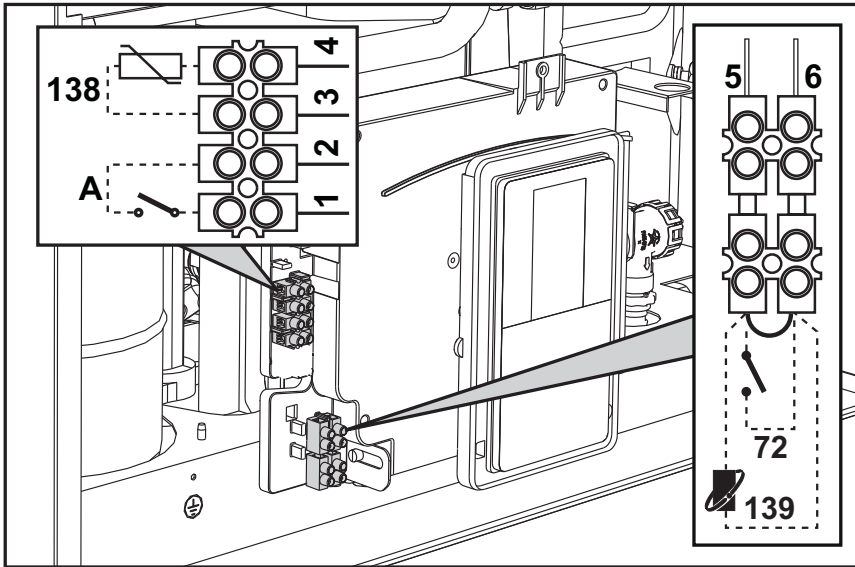

fig. 28
Después de quitar el panel frontal (*** 'Apertura del panel frontal' on page 96 ***) es posible acceder a las borneras (M) y al fusible (F) como se indica a continuación. **Los bornes indicados en la fig. 28 deben tener contactos secos (no 230 V).** La posición de los bornes para las diferentes conexiones también se ilustra en el esquema eléctrico de la fig. 51.
Configuración del interruptor ON/OFF (A fig. 28)